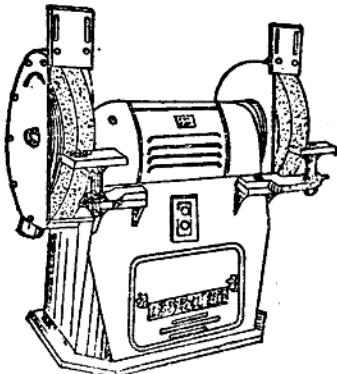

图 1-3 砂轮机
(3) 砂轮机 砂轮机(图1-3)主要用于刃磨钻头、錾子和刮刀等工具，有时也用来磨削工件或毛坯件上的飞边和毛刺等。它由砂轮、电动机和机体几部分组成。砂轮机使用时，应考虑到砂轮转速高，材质脆的特点。特别注意安全操作问题，严格遵守安全规则。防止砂轮碎裂，造成人身伤害事故。